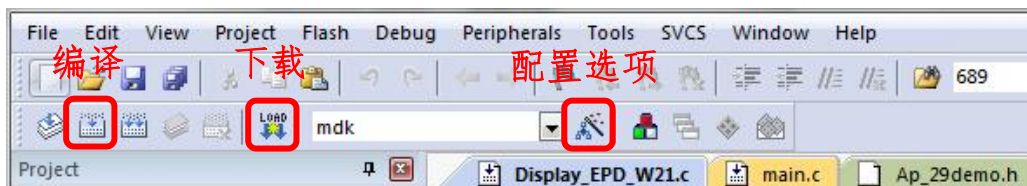
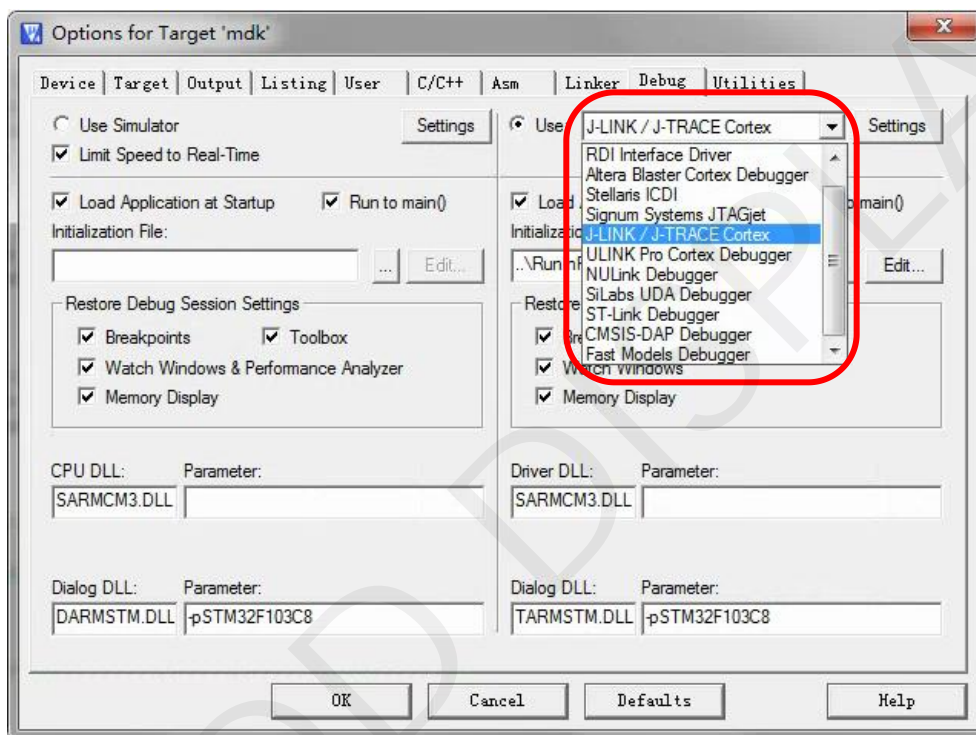

图 7 Keil4 工具栏
图 8 选择仿真器型号
- 4) Keil4 工具栏如图 7 所示，首次使用仿真器需要点击 ，弹出图 8 对话框，在 Debug 栏选择仿真器型号，点击 OK 确定。
- 6) 点击图 7 工具栏中的  对程序进行编译。
- 7) 点击图 7 工具栏中的  对程序进行下载。
- 9) 更换图片时, 需要使用 Keil4 修改图片数据 (如图 9), 修改完成后进行编译 (如图 7) 即可生成新的 mdk. hex 文件, 重新选择该文件即可进行下载。